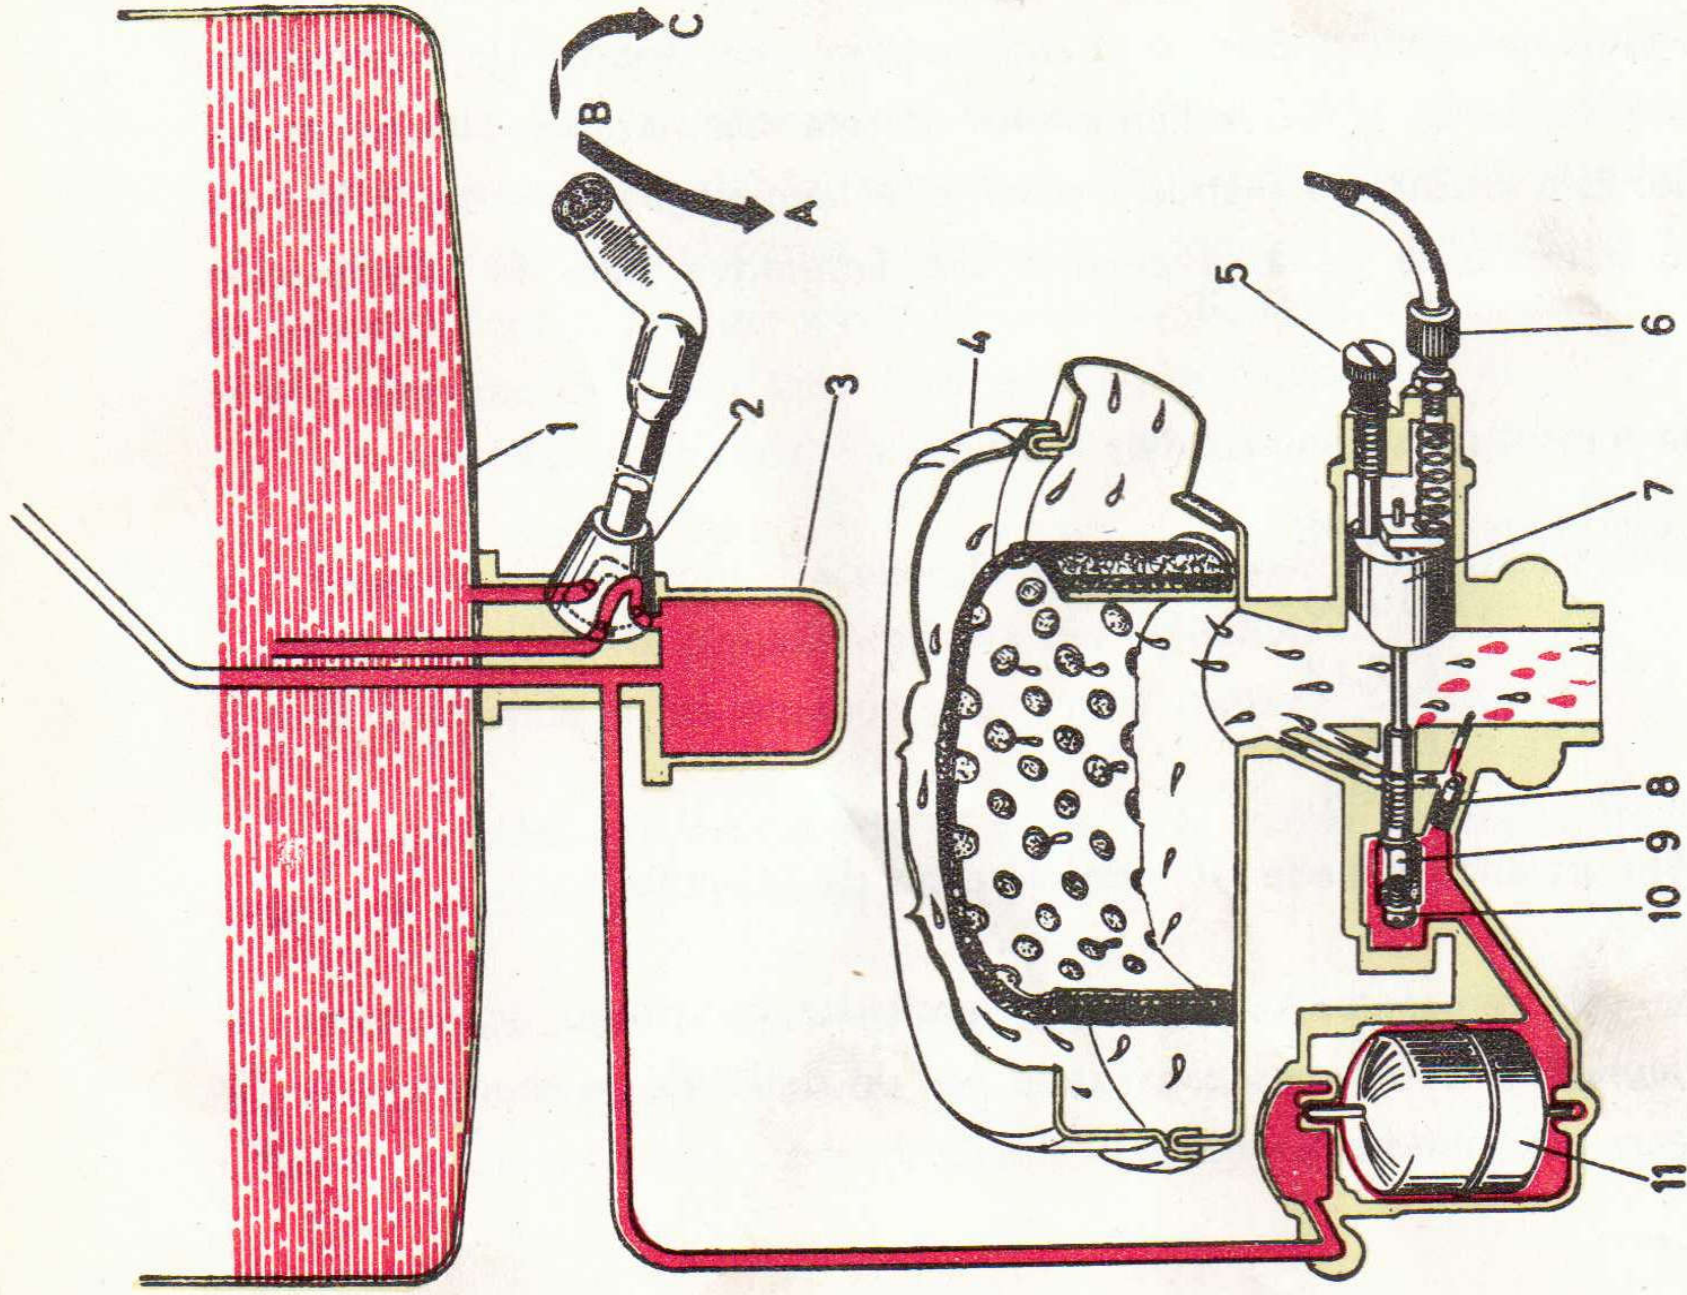

Fig. 5.—Esquema de alimentación.
Llave del grifo de tres posiciones: cerrada, abierta y reserva, indicadas, respectivamente, en la fig. 5, con las letras C, B y A.
- A) Abrir la llave del combustible (las tres posiciones: abierto, cerrado y reserva, están indicadas en la fig. 5).